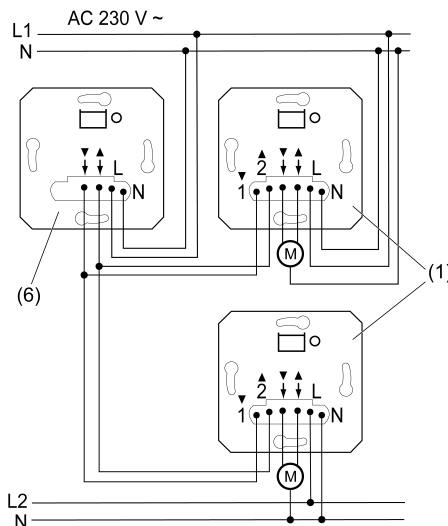

Bild 3: Anschlussbeispiel Gruppensteuerung
Der Jalousie-Einsatz kann in eine Gruppensteuerung integriert werden (Bild 3), entweder für die Vor-Ort-Steuerung (1) oder als Zentralgerät (7).
- Die Jalousie-Einsätze nach Anschlussbeispiel (Bild 3) anschließen. Dabei können die Jalousie-Einsätze auch an unterschiedlichen Außenleitern liegen.